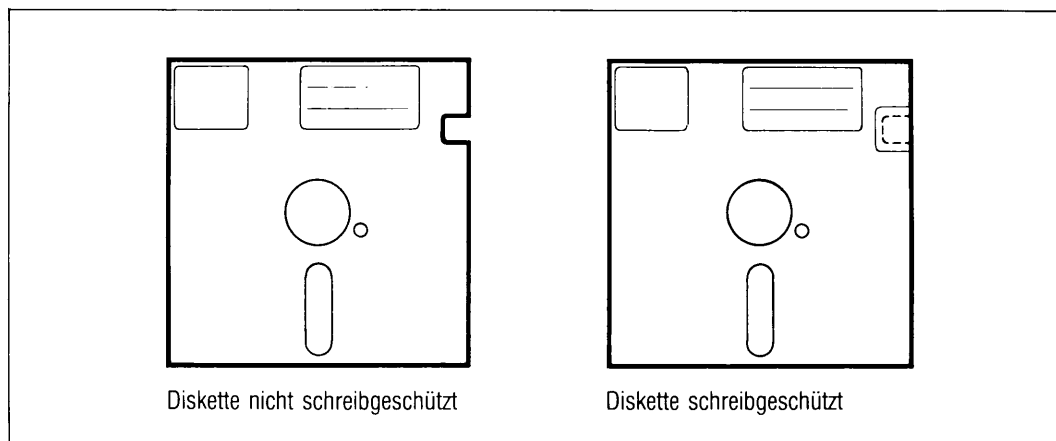

Bild 11 Mechanischer Schreibschutz für 5 1/4 Zoll Disketten
- Sie schützen Ihre 5 1/4 Zoll Disketten vor unbeabsichtigtem Beschreiben oder Löschen wie folgt (siehe Bild 11):